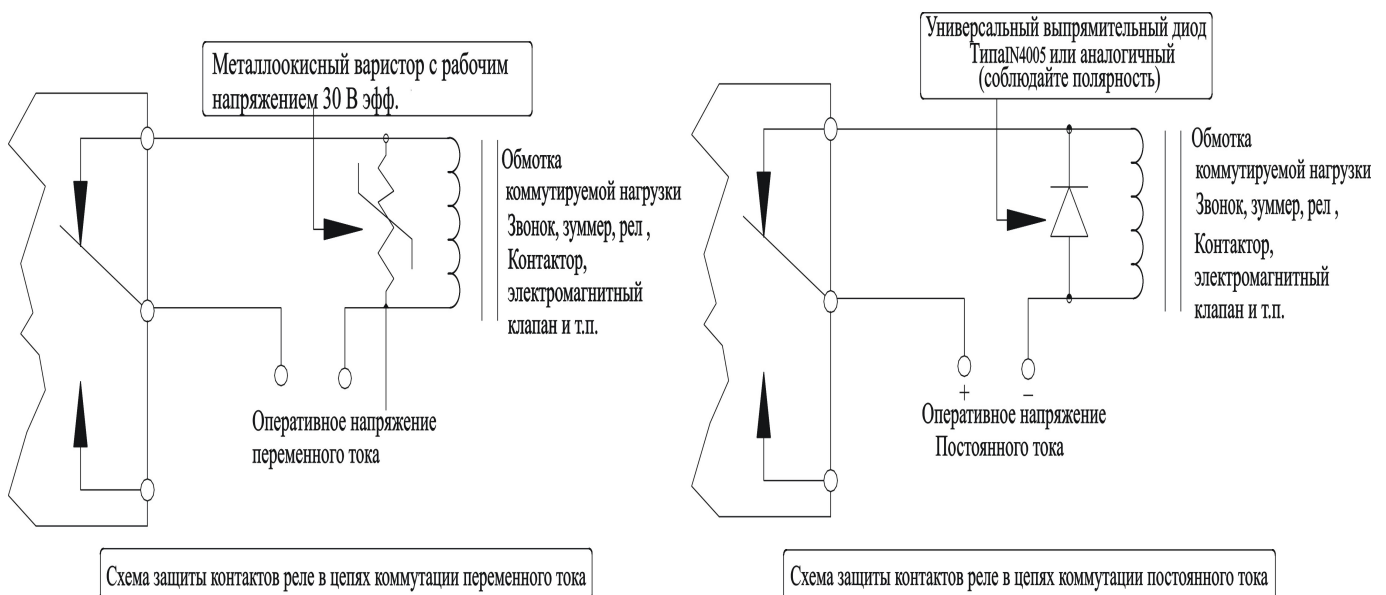

Рисунок 27: Релейная защита при нагрузке постоянного и переменного тока
**ПРЕДУПРЕЖДЕНИЕ.** Контакты реле должны быть защищены от неустановившегося напряжения и перенапряжения (рисунок 27).